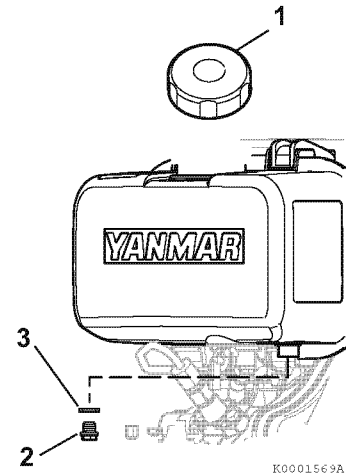

Abbildung 10
2. Tankdeckel (1, **Abbildung 10**) abnehmen.
3. Kraftstoffablassschraube (2, **Abbildung 10**) und Dichtung (3, **Abbildung 10**) entfernen, um den Kraftstoff abzulassen.
9. Kraftstoffablassschraube (2, **Abbildung 10**) mit neuer Dichtung (3, **Abbildung 10**) anziehen.
10. Kraftstofftank auffüllen. Tankdeckel wieder anbringen (1, **Abbildung 10**) und handfest anziehen. Zu festes Anziehen beschädigt den Tankdeckel.